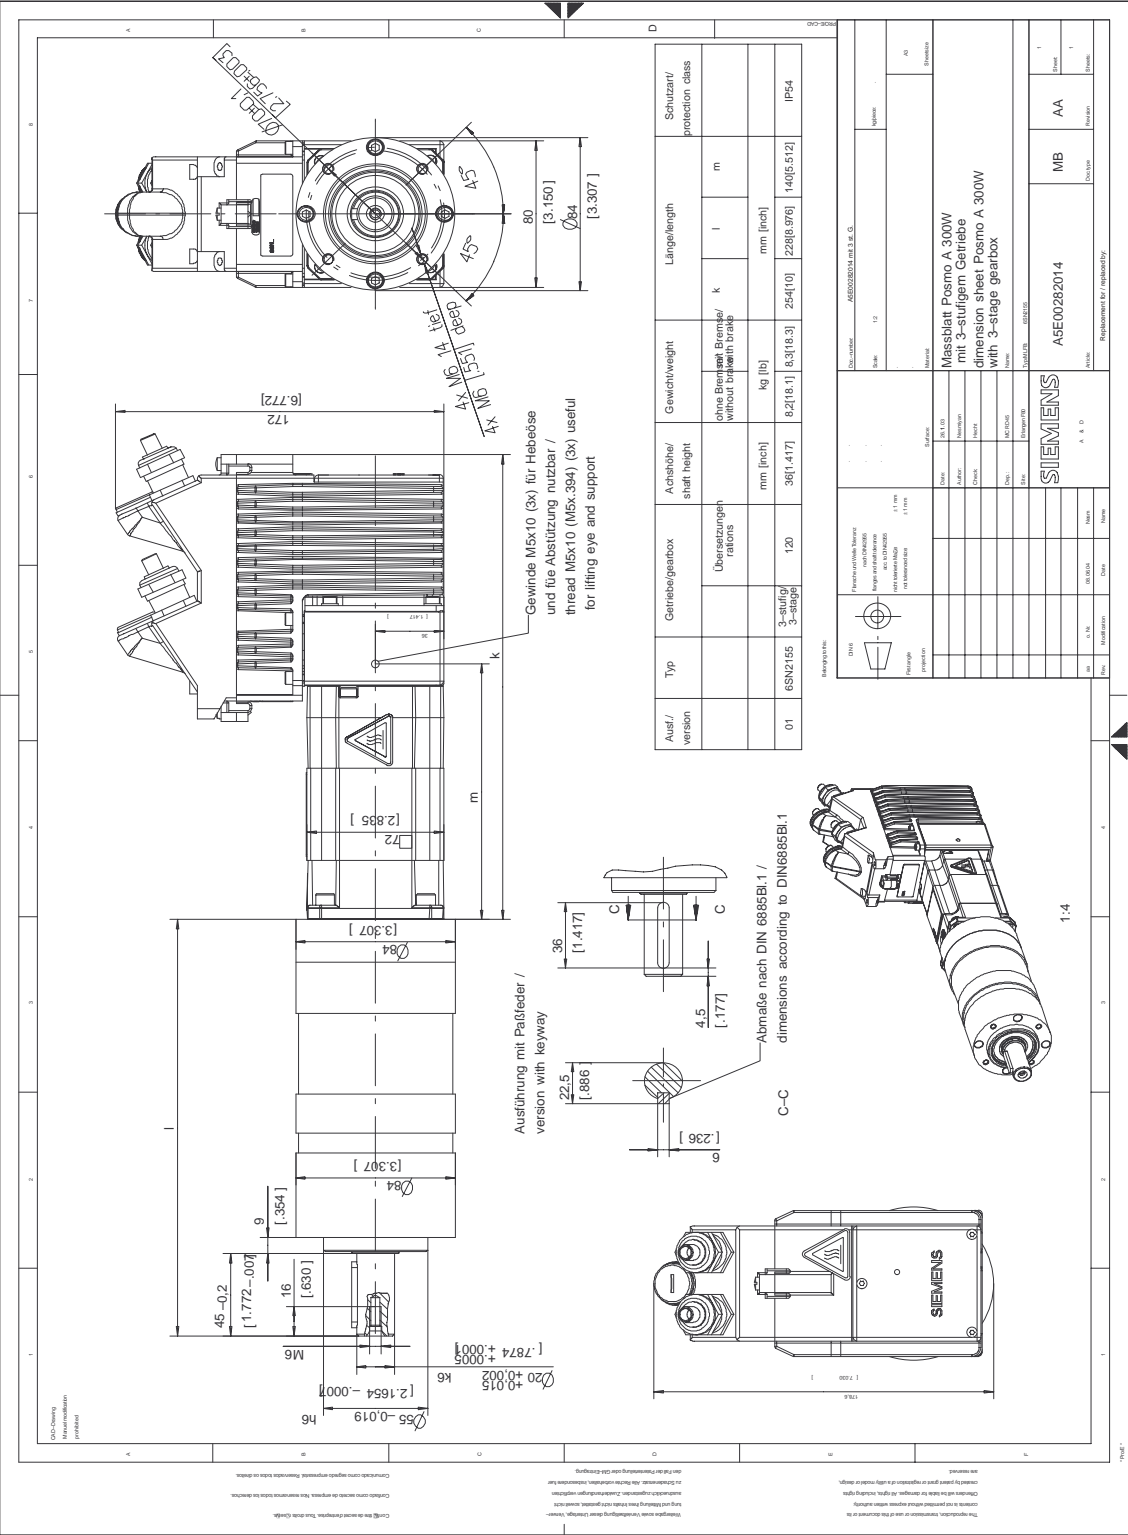

Bild C-6 Maßblatt: SIMODRIVE POSMO A – 300 W mit Planetengetriebe (3-stufig)
- Motor mit Planetengetriebe (3-stufig) —> siehe Bild C-6